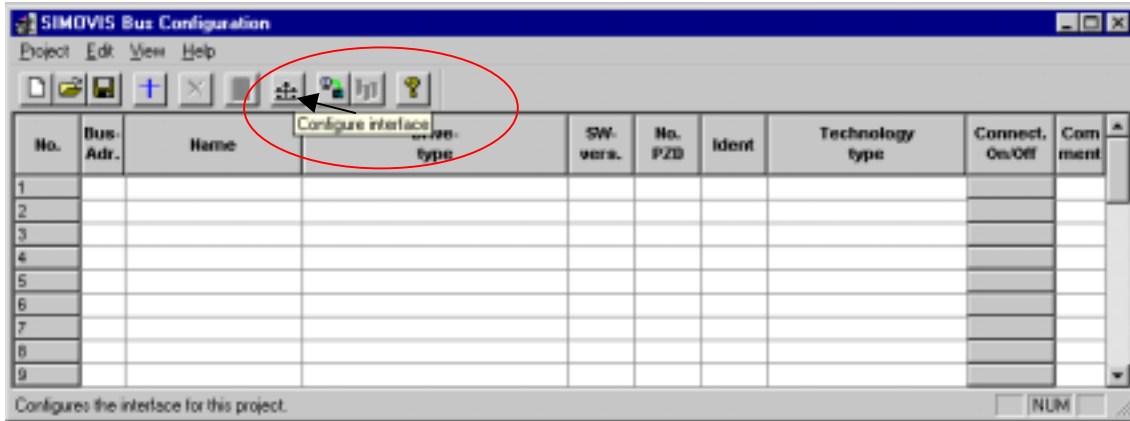
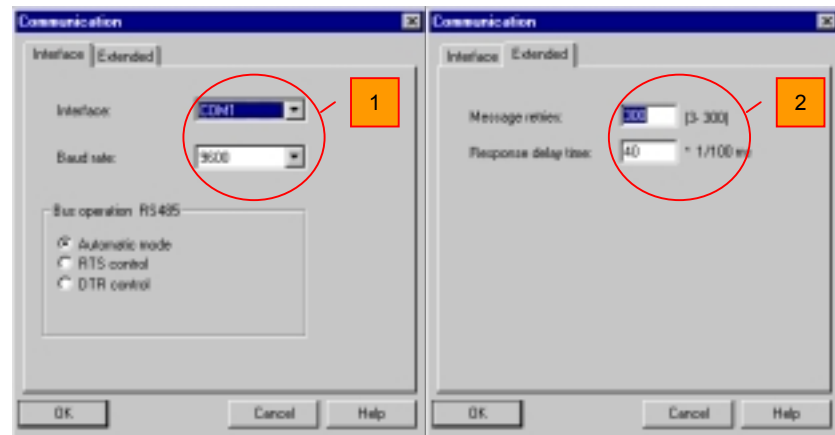

图 5-10 配置接口
图 5-11 通讯
如果出现工具条，点击按钮 *Configure interface* (见图 5-10)或选择菜单命令 *Edit→Interface*。在窗口“Communication”中，可以确定 PC 所需的 COM 接口(COM1~COM4)和所要求的波特率(见图 5-11[1])。
- ◆ 在选项卡“Extended”上设定所要求的重复次数和响应时间(见图 5-11[2])。在此, 如果频繁出现通讯故障, 您可以增大设定的值。